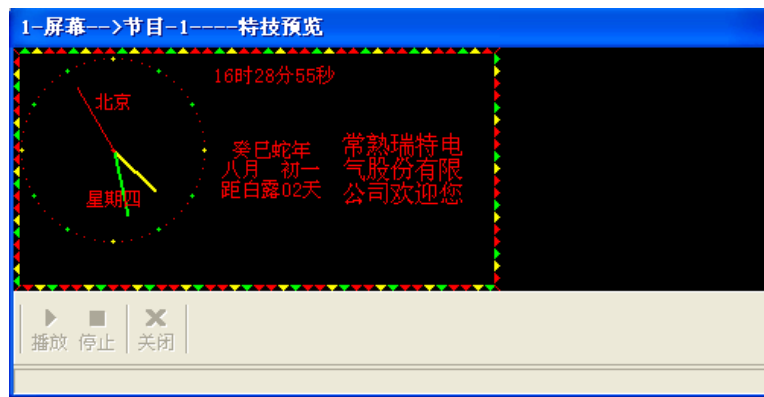

图 10
□ 预览 ：也称动态预览，可通过预览按钮播放、停止、关闭预览区编辑的内容、特效、位置与显示屏显示是否保持一致。如图10所示。